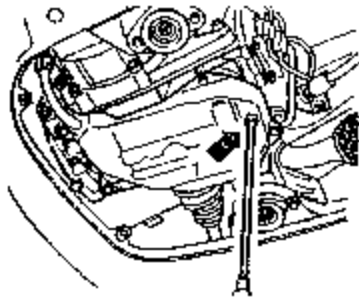
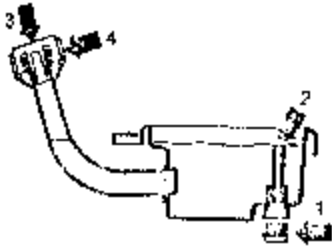

图 7-39 拆下 ATF 检查螺塞
图 7-40 ATF 从孔中滴出
- 2) 拆下油盘 (图 7-39 中箭头 1) 上的 ATF 检查螺塞。溢流管 (图 7-40 中箭头 2) 内的 ATF 将流出。若没有 ATF 流出，需要补充 ATF。